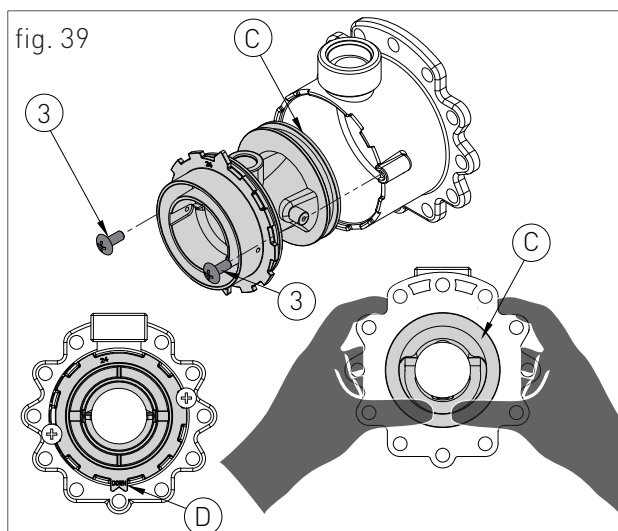

fig. 39
- › retirer les deux vis '3' (fig. 39) et faire pression sur le côté arrière du venturi 'C' (fig. 39);
- › remplacer le corps du venturi par celui adapté au type du gaz fourni (code 30-00227 pour le gaz naturel / code 30-00228 pour PROPANE) et s'assurer que la dent 'D' (fig.39) est réglée vers le bas sur l'écrou à anneau en aluminium (voir fig.39);